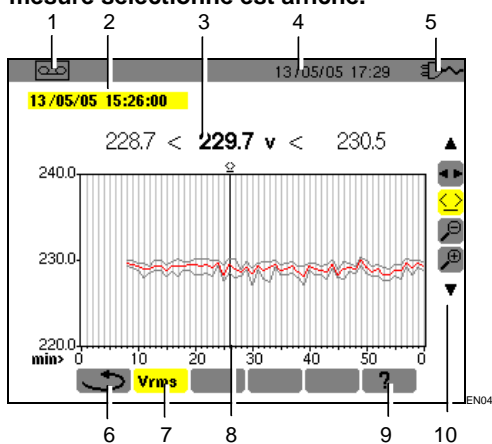

Figure 52 : Exemple d'écran d'enregistrement de mesure.
7.	Enregistrements de mesure disponibles sous forme de courbes (Figure 52).